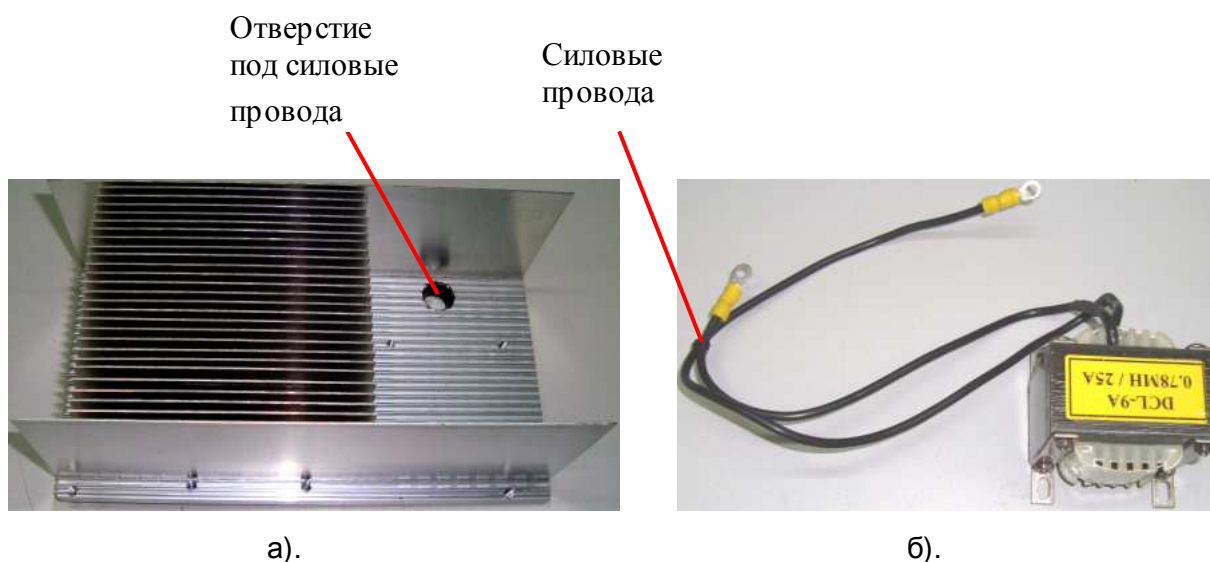

Рис. 7.1
7.1.1. Продеть силовые провода реактора в отверстие радиатора (рис. 7.1 а,б)